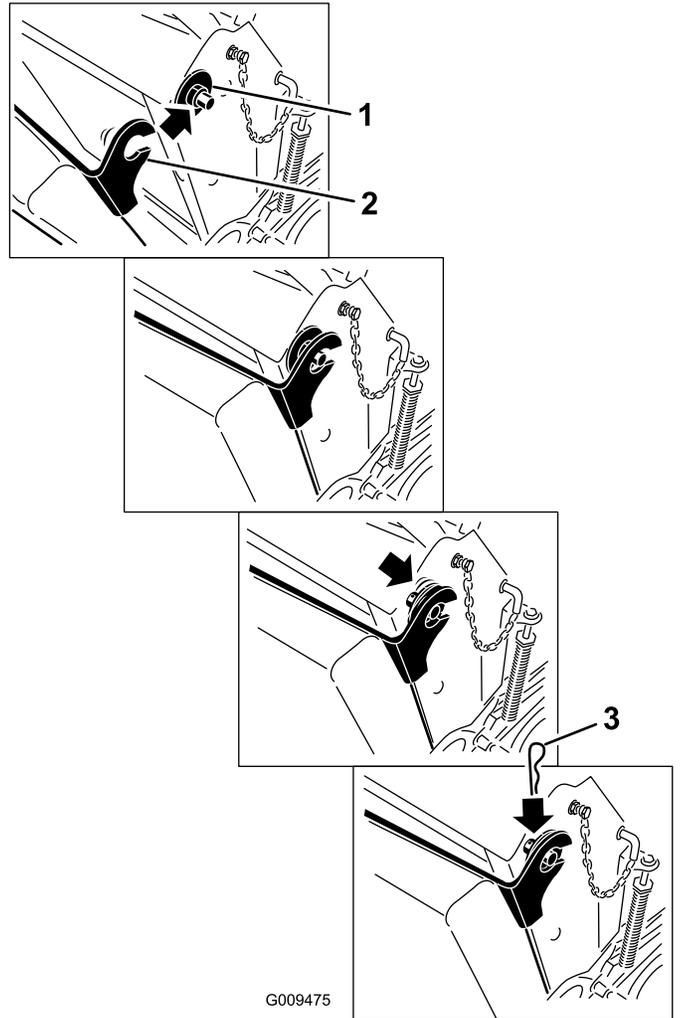

Figura 37
6. Levante el cojín y deslícelo sobre los pasadores en cada lado de la máquina (Figura 37).
7. Introduzca las arandelas grandes con casquillos de plástico en los soportes del cojín y sujételos con pasadores de horquilla (Figura 37).